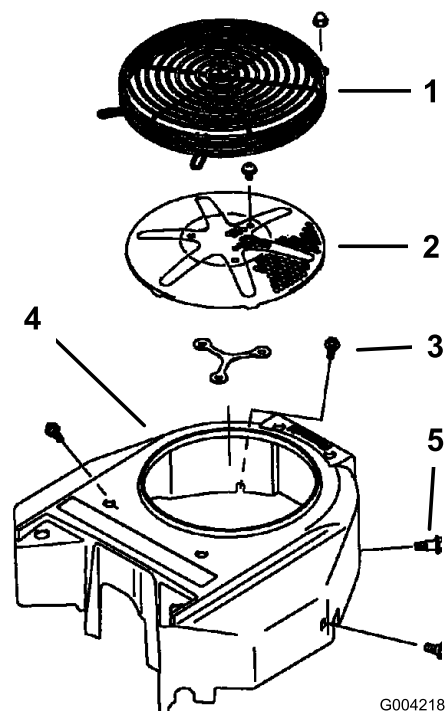

Figura 60
3. Retire la rejilla de entrada de aire y la carcasa del ventilador (Figura 60).
5. Instale la rejilla de entrada de aire, el arrancador de retroceso y la carcasa del ventilador (Figura 60).